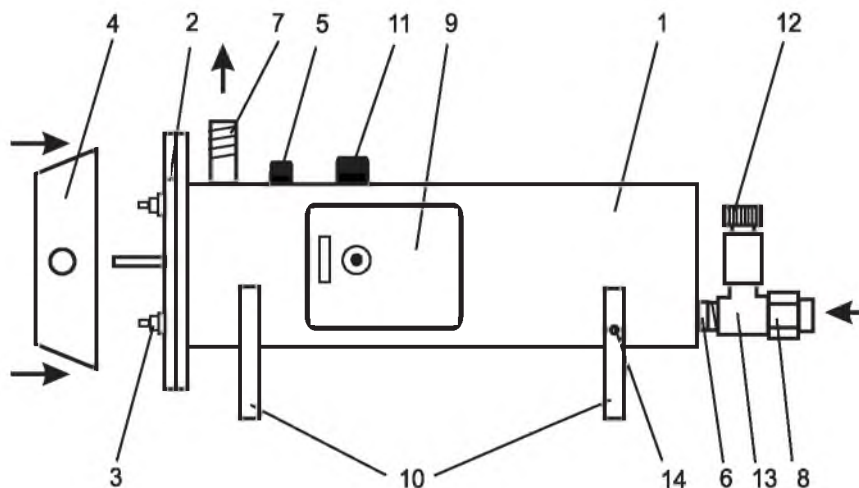

Рисунок 1.
4.1 Водонагреватели ЭПВН-7,5; -9,45; -12; -15; -18; -21; -24; -30 (рис.1) состоят из следующих основных частей: корпуса (1) с входным (6) и выходным (7) патрубками $G\frac{1}{2}$; секции, состоящей из крышки (2), с одним (ЭПВН 7,5) или тремя (ЭПВН-9,45;-12;-15;-18;-24;-30-1) трубчатыми электронагревателями (ТЭН) (3) из нержавеющей стали; датчика терморегулятора (5); аварийного термовыключателя (11). Выводы ТЭНов закрыты защитным кожухом (4)